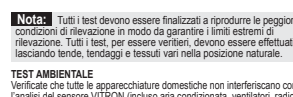

Fig 5) ORIFICIOS PARA CABLE ORIFICIOS DE MONTAJE (INST
3) Abra los orificios requeridos para el montaje y para los cables (Ver Fig. 5).